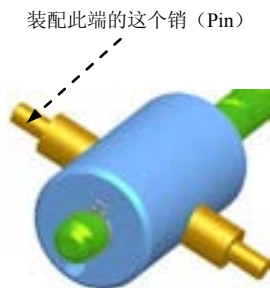

图 12.5.10 装配另一个销
(1) 选择下拉菜单 **插入(I)**  **元件(C)**  **装配(A)...** 命令，打开文件名为 pin.prt 的零件，引入零件销（pin）。
(2) 创建“对齐”和“配对”装配约束，将零件销（pin）装配到零件活塞（Piston）中。
Step10. 增加固定元件：装配另一个销（pin.prt），如图 12.5.10 所示。操作方法与 Step9 相同。